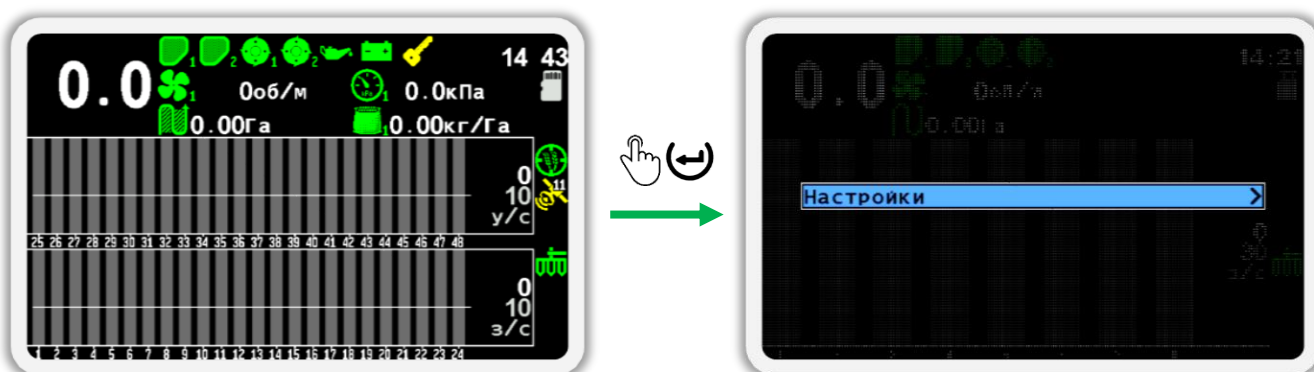

Рисунок 27
1. На главном экране нажмите кнопку  «Меню». В результате на экране будет показано меню главного экрана с единственным пунктом -  «Настройки» (см. Рисунок 27).